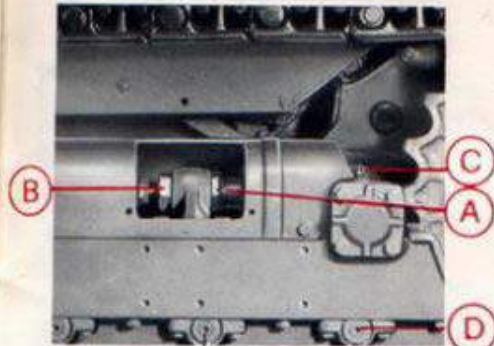

Fig. 22
Ogni 50 ore iniettare grasso nelle articolazioni per mezzo dell'ingrassatore C (Fig. 22).
- 1) Svitare i tappi di lubrificazione (D Fig. 22) e osservare se esce olio. Nel caso che ciò avvenisse, il lubrificante è sufficiente e non occorre altro.